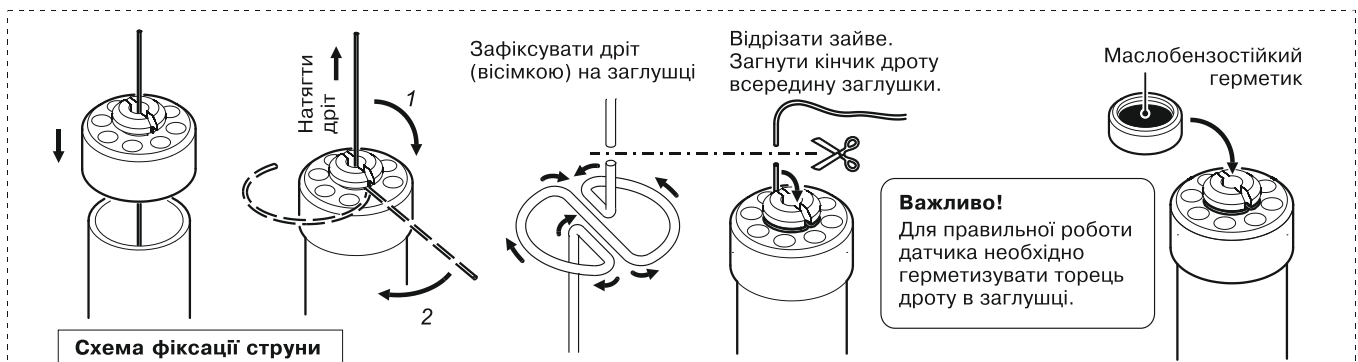

Рис. 3.4 – Схема фіксації струни
3.7.2.2 Встановити ізолюючу заглушку на торці вимірювального зонда, як показано на рис. 3.4, ліворуч.
3.7.2.4 Зафіксувати струну (вісімкою) на заглушці та відрізати надлишок. Загнути кінчик струни усередину заглушки, як показано на рис. 3.4.
3.7.2.7 Встановити ковпачок на заглушку так, як це показано на рис. 3.4, і натиснути до клацання.
- Встановити заглушку та зафіксувати струну згідно схеми фіксації струни на рис. 3.4.